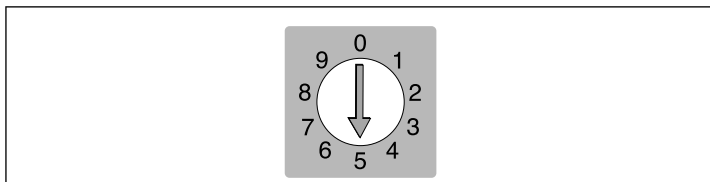

Abb. 3: SCSI-Adressenwählschalter
- A SCSI-Adressenwahlschalter:** Um eine Adresse zuzuweisen, nehmen Sie einen Schraubendreher und richten den Pfeil auf eine Adressennummer. Verwenden Sie nur die Zahlen 0, 1, 2, 3, 4, 5 oder 6. Verwenden Sie nicht die Zahlen 7, 8 oder 9. Eine ausführliche Darstellung finden Sie in Abbildung 3.
4. **WICHTIG:** Auf der Rückseite des Scanners ist eine kleine Wählscheibe zur Einstellung der SCSI-Adresse des Scanners (siehe Abbildung 3). Achten Sie darauf, daß jedem Gerät in der SCSI-Kette eine andere SCSI-Adresse zugewiesen wurde. Passen Sie gegebenenfalls die Wählscheibe mit einem kleinen Schraubendreher an, um eine neue Adresse für den Scanner einzustellen. Verwenden Sie nur die Zahlen 0, 1, 2, 3, 4, 5 oder 6. Verwenden Sie nicht die Zahlen 7, 8 oder 9.